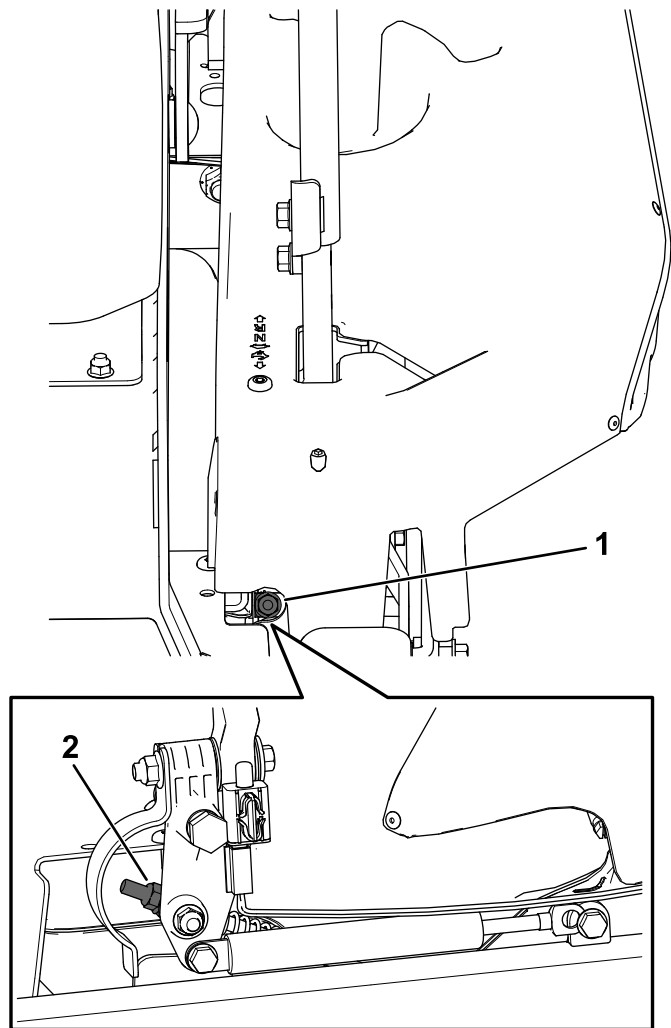

Figure 91
10. Réglez la longueur des tiges de pompes en tournant l'écrou dans le sens voulu jusqu'à ce que les roues tournent légèrement en marche arrière (**Figure 91**).